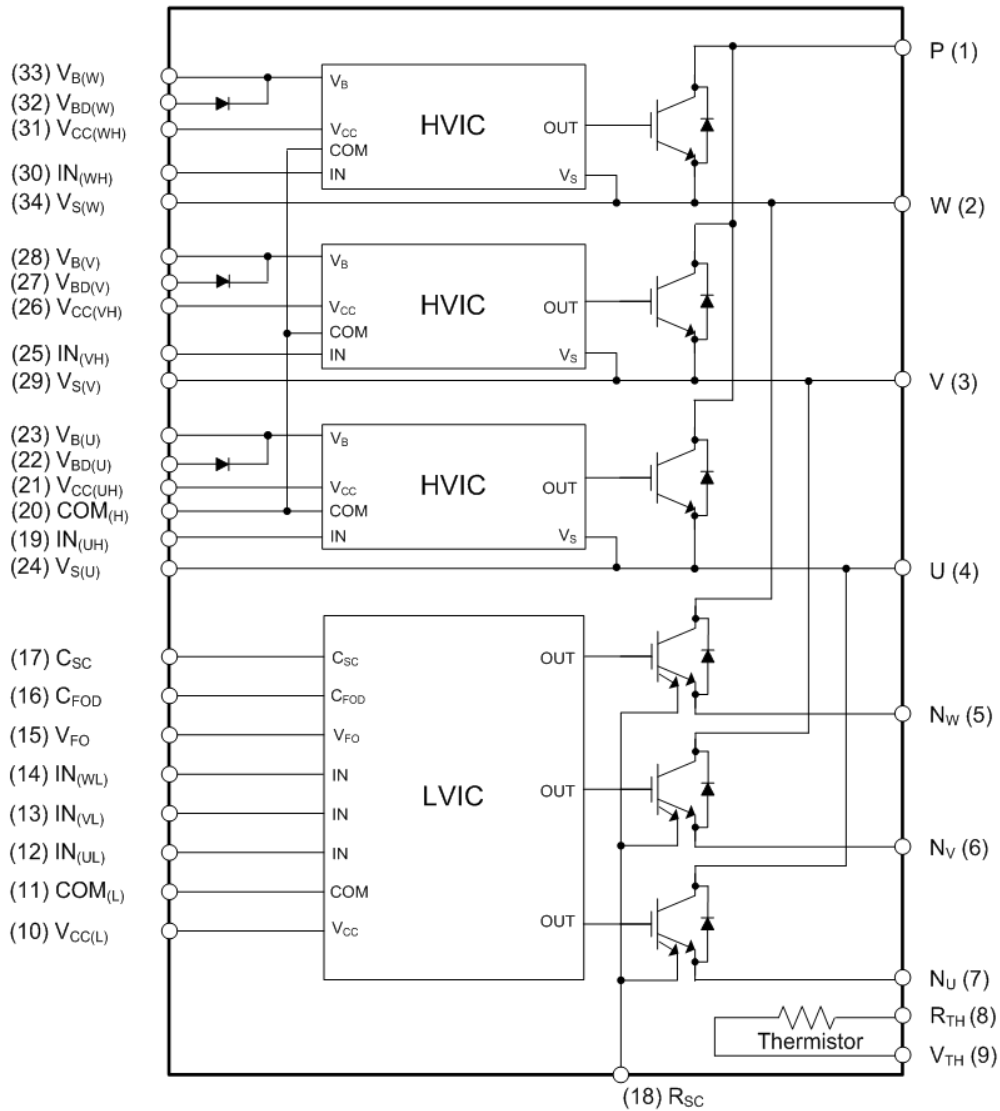

图 3. 内部框图
- 1200 V - 10 A IGBT 逆变器，适用于三相 DC / AC 功率转换（请参阅图 3）